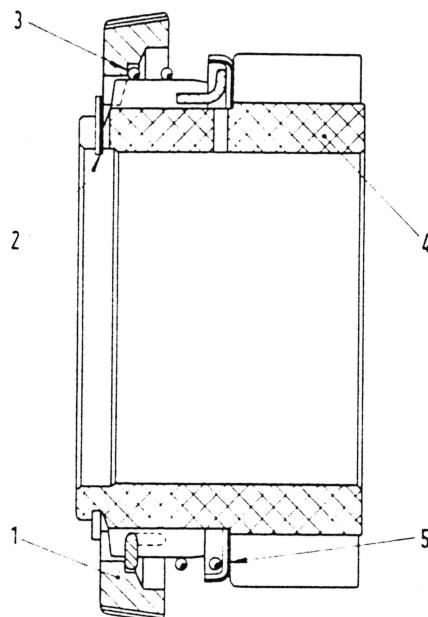

Abb. 42. - Schnitt durch das Getriebe des 3. Gangs, komplett mit Synchroneinrichtung.
Bei der Montage der Synchroneinrichtung muss vor dem Einsetzen des Federring (2, Abb. 42) kontrolliert werden, ob die umgebogenen Enden der Feder (3) in die Vertiefungen des Synchronzahnkranzes richtig eingeraستet sind, ohne dass dabei der normale Durchmesser der Feder selbst eine Veränderung erlitten hat.